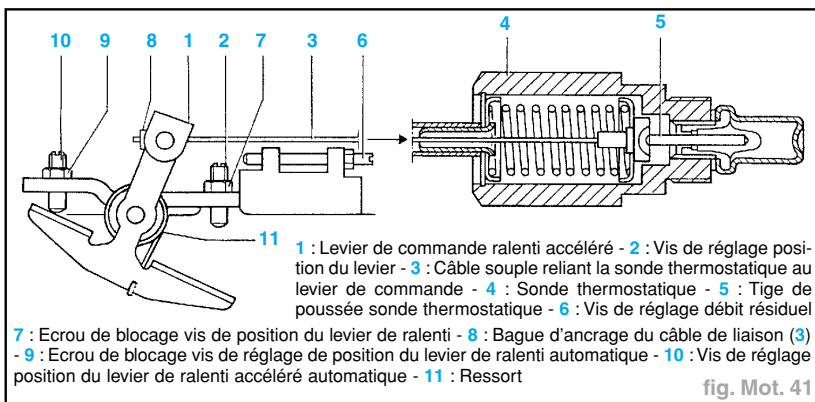

fig. Mot. 41
- Moteur froid, s'assurer que le bout du levier (1 - commandé par le câble flexible 3) est en contact avec la vis (10) de réglage du ralenti accéléré automatique ; vérifier ensuite que le moteur tourne à un régime de 1050 ± 25 tr/mn (fig. Mot. 41).
- Si la valeur relevée s'écarte de la spécification, desserrer tout d'abord l'écrou (9) et manoeuvrer ensuite la vis (10) de réglage du ralenti accéléré automatique jusqu'à obtention du régime préconisé. Après ce réglage, bloquer la vis (10) à l'aide de l'écrou (9).